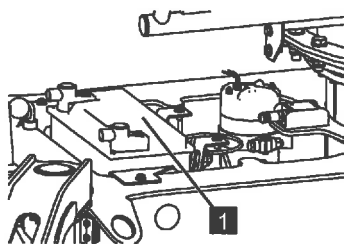

Abb. 232
4. Das rote Kabel mit dem Pluspol der leeren Batterie (Abb.232/1) verbinden.